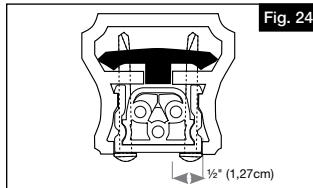

Fig. 24
- b. À l'aide des #10 x 2" (no. 10 x 5,06cm) vis peintes (J), installez par le bas vers le haut deux des vis à travers les emplacements pré troués. Le support, de la main courante seront ainsi sécurisés les uns aux autres (Figure 24). Répétez pour l'autre extrémité.